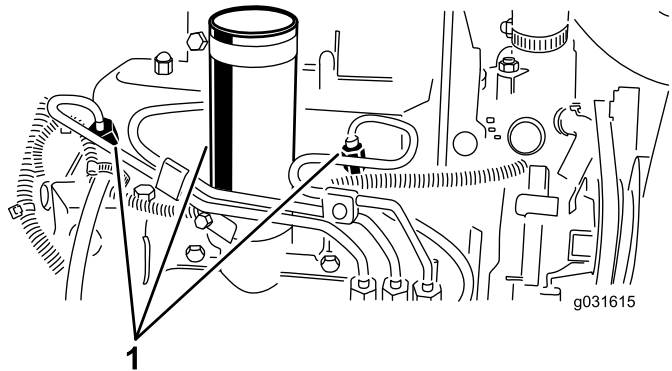

図 54
1. 燃料噴射ポンプの No.1 インジェクタノズル 図 54 へのパイプ接続部をゆるめる。